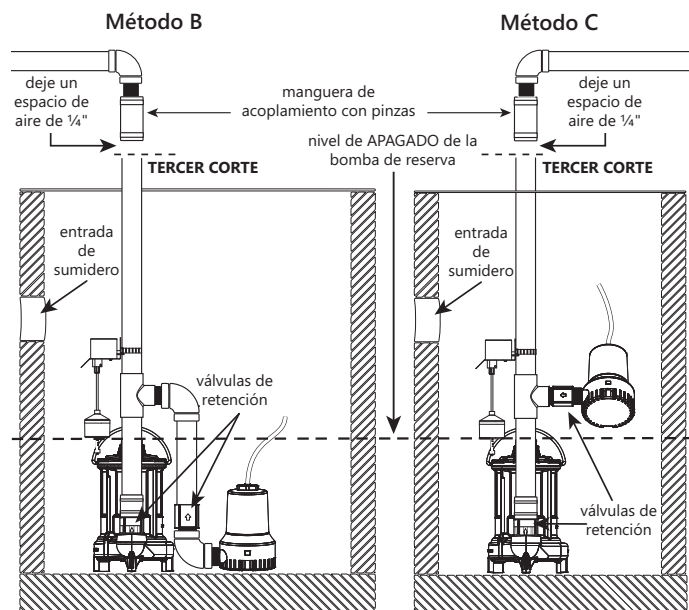

Figura 7. Eliminar el tubo de descarga excedente
13. Monte el conjunto del interruptor de flotador de la bomba de reserva sin apretar en el tubo de descarga según la Figura 7. **No** apriete totalmente la abrazadera en este momento ya que los ajustes pueden ser necesarios más adelante.
5. Haga el tercer corte como se muestra en la Figura 7.